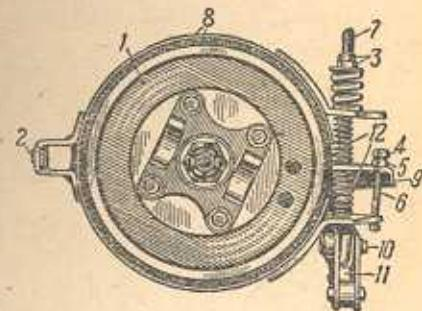

Рис. 36. Регулировка ручного тормоза:
2. Расшиплий установочный винт 2 (рис. 36) и, вращая